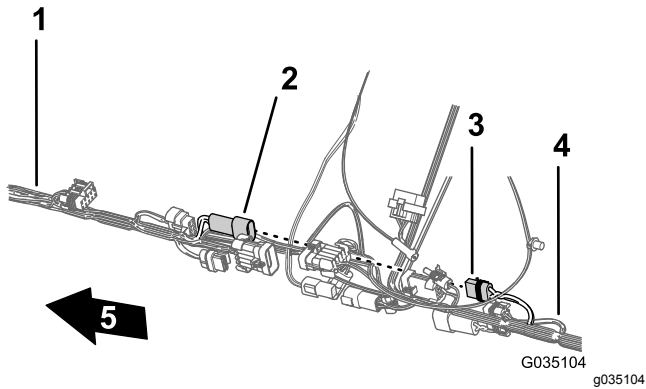

图 90
5. 把用于软管卷动力的前线束 2 针接头连接至用于软管卷动力的后线束 2 插槽接头图 90。